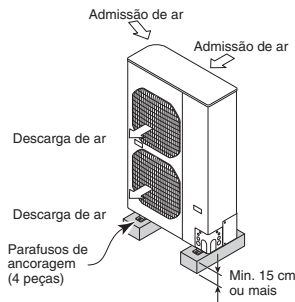

Fig. 2-5
- Proporcione uma base sólida (bloco de concreto, vigas de 10 x 40 cm ou equivalentes), um mínimo de 15 cm acima do nível do solo para reduzir a humidade e proteger a unidade contra possíveis danos pela água e redução da vida útil de serviço. (Fig. 2-5)